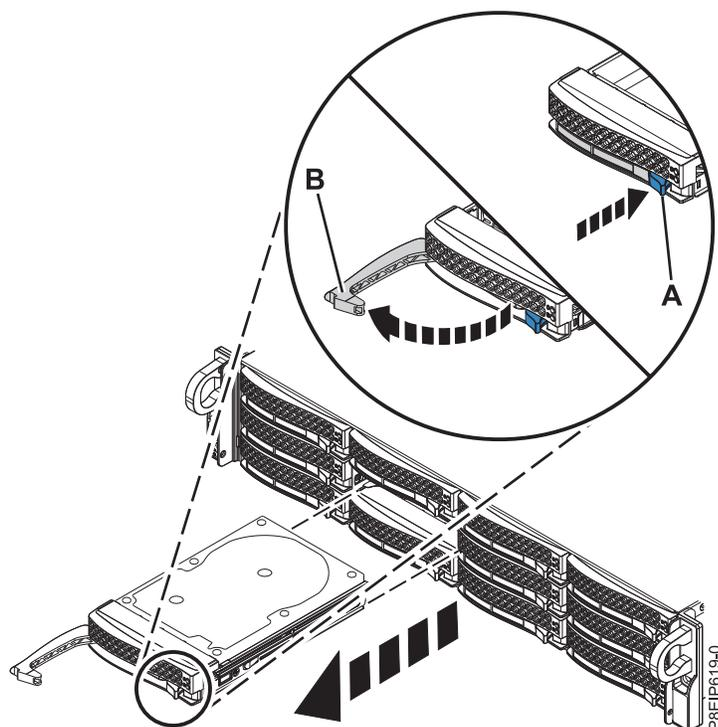

Figura 98. Removendo uma Unidade
2. Destrave a alça do compartimento de unidade (B) empurrando a liberação da alça (A) conforme mostrado na Figura 98. A alça (B) desencaixa em sua direção. Se a alça não desencaixar totalmente, a unidade não deslizará para fora do sistema.